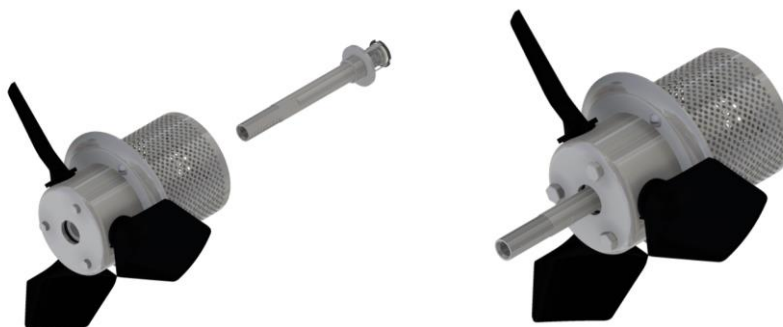

Figura 32:
e) Encaixe o eixo através da tela difusora passando dentro do tubo perfurado (figura 32).